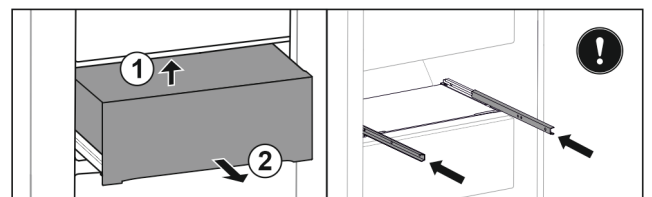

Fig. 126
- ▶ Повдигнете чекмеджето отдолу отзад. *Fig. 126 (1)*
- ▶ Извадете чекмеджето напред. *Fig. 126 (2)*